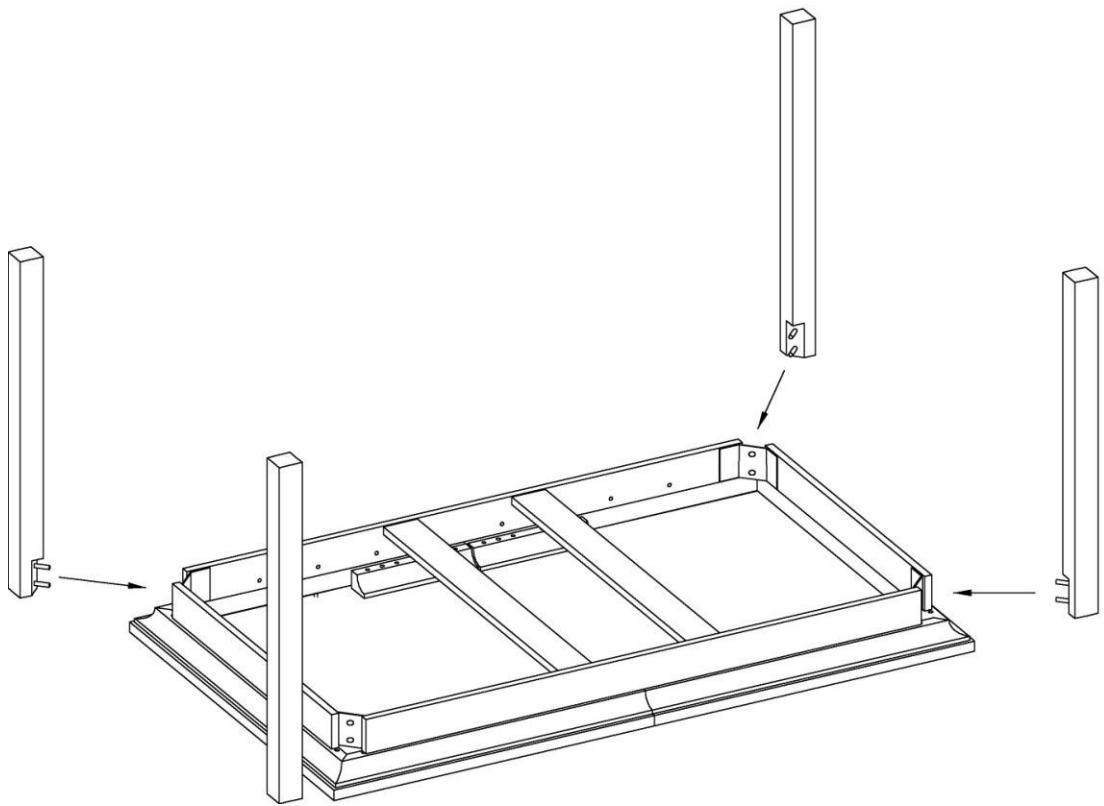

Рис. 3
4. Присоединить опоры, вставив шпильки опор в отверстия уголков и закрепить их гайками M8 (рис.3).